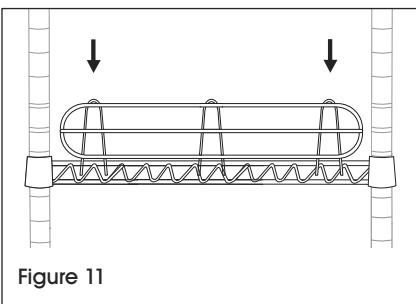

Figure 11
4. Fixez les rebords de tablette longs sur la face arrière du chariot en laissant la tablette du haut sans rebord. (Voir Figure 11)